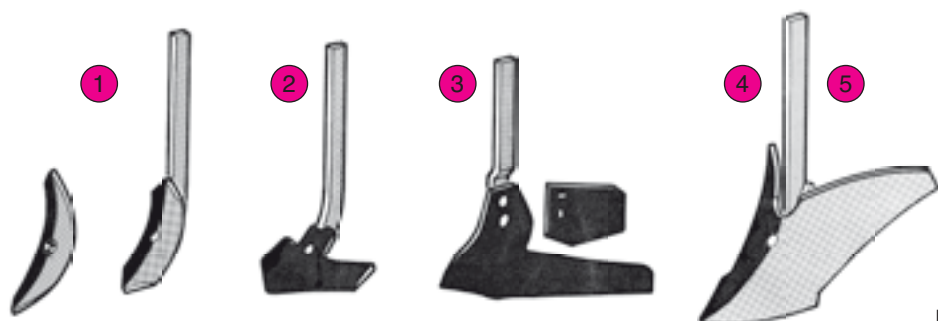

Fig. 28
• Pour bineuses HOUE - Fig. 28
• For HOE-Type cultivators - Fig. 28
• Per sarchiatrice ZAPPATRICE - Fig. 28